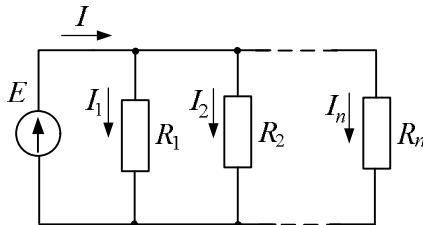

Рис. 7. Схема параллельного соединения проводников
- при параллельном соединении проводников (рис. 7):